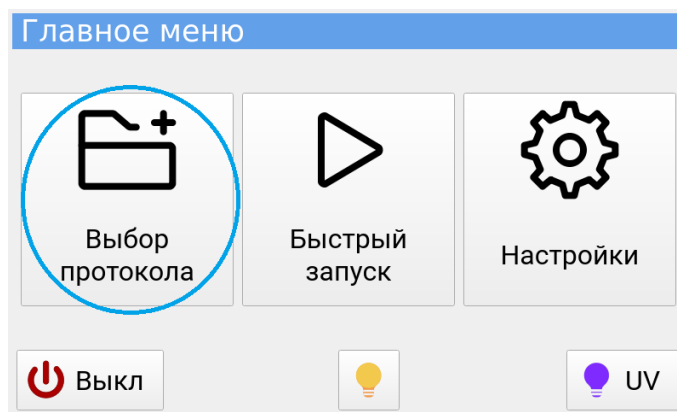

Рисунок 11 – Интерфейс главного меню станции «COLIBRI»
1. В главном меню нажать кнопку «Выбор протокола» (см. рис. 11).